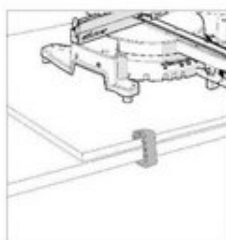

Fig. 2
- Użyj odpowiednich zacisków w celu zamontowania płyty montażowej do powierzchni roboczej. (Rys. 2)